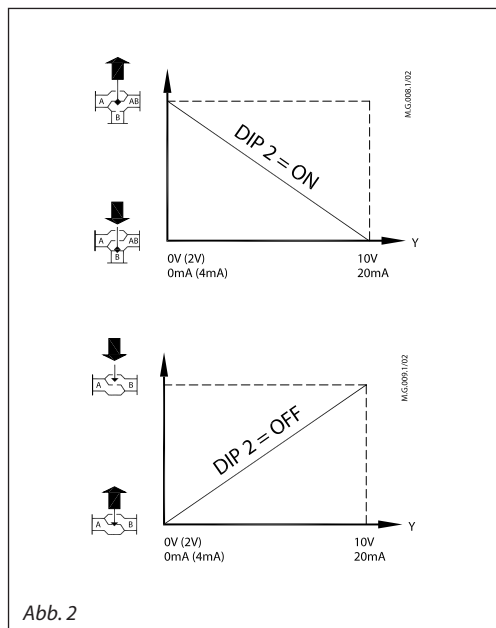

Abb. 2
**DIP-Schalter 2: DIR/INV: Direkte oder entgegengesetzte Wirkrichtung (Abb. 2):**